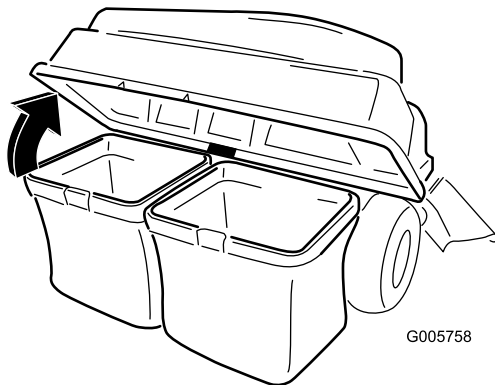

Figura 20
3. Abra (levante) la tapa del ensacador (Figura 20).